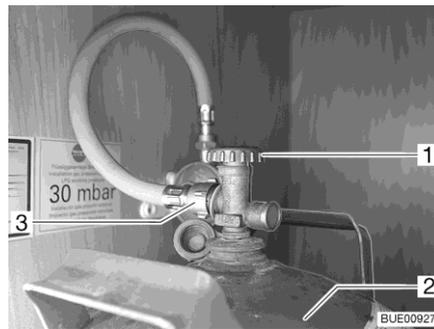

Bild 198 Gaskasten
- Haupt-Absperrventil (Bild 198,1) an Gasflasche (Bild 198,2) schließen. Pfeilrichtung beachten.
- Gasschlauch (Bild 198,3) von Gasflasche abschrauben.